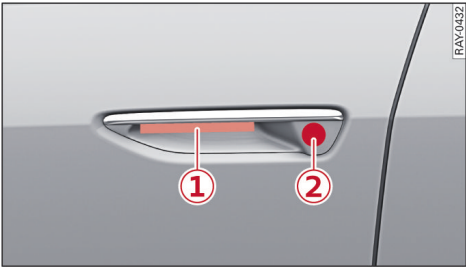

图 13 门把手：解锁/上锁感应器
- ▶ 要给汽车解锁时，请把手伸进车门把手下的抓握凹空里  ⇒ 图 13。
- ▶ 要给汽车上锁时，请关闭车门并触摸 1 次 车门把手上的感应器 ②。此时不要伸入车门把手的凹空，否则车门不上锁。在关闭过程结束后，无法紧接着再次打开车门。由此您能够确认车门是否正确锁好。
- ▶ 前提：移动设备已连接上蓝牙：要给汽车应急解锁并打开车门时，请将手伸进车门把手下的抓握凹空内 ①。
- ▶ 前提：移动设备已连接上蓝牙：要给汽车应急上锁时，请关闭车门并在车门把手上触摸 1 次 感应器 ② ⇨ 36 页，图 13。此时不要抓握车门把手，否则车门不上锁。在关闭过程结束后，无法紧接着再次打开车门。由此您能够确认车门是否正确锁好。
- ▶ 适用于：近距离通讯 NFC：要借助近距离通讯技术给汽车解锁/上锁时，请将移动设备 / 钥匙卡对准感应器 ②。
- ▶ 在 5 秒钟内触摸车门把手上的感应器 1 次 ⇨ 36 页，图 13。此时不要抓握车门把手，否则车门不上锁。